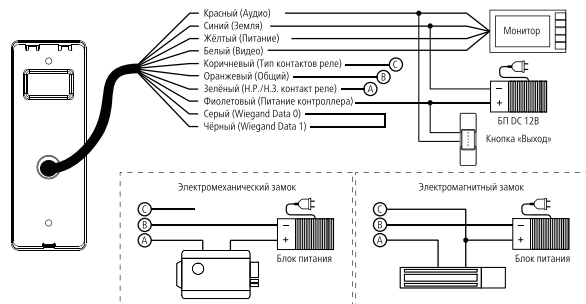

Рис. 4 Подключение панели в режиме автономного контроллера
3. Производите подключение в соответствии со схемами на рис. 4 и 5.
Для активации данного режима подключите панель согласно схеме на рис. 4. Обратите внимание, что в данном режиме серый и черный провода интерфейса Wiegand должны быть замкнуты.
Способ 2. Для программирования данным способом потребуется подключить кнопку выхода согласно схеме на рис. 4. Далее приложите мастер-карту к считывателю на панели, а затем зажмите кнопку выхода на необходимое время для открытия замка.